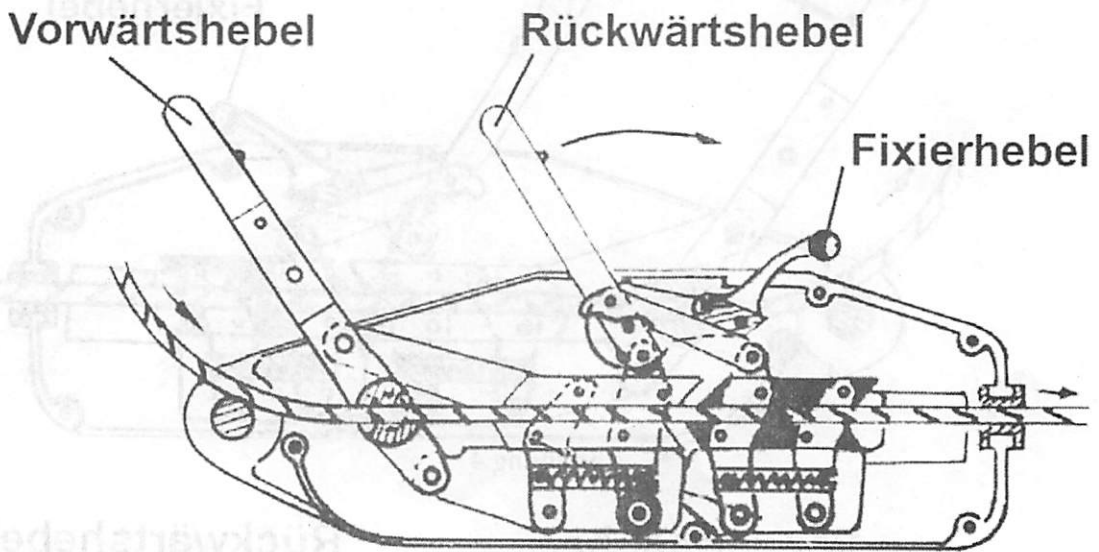
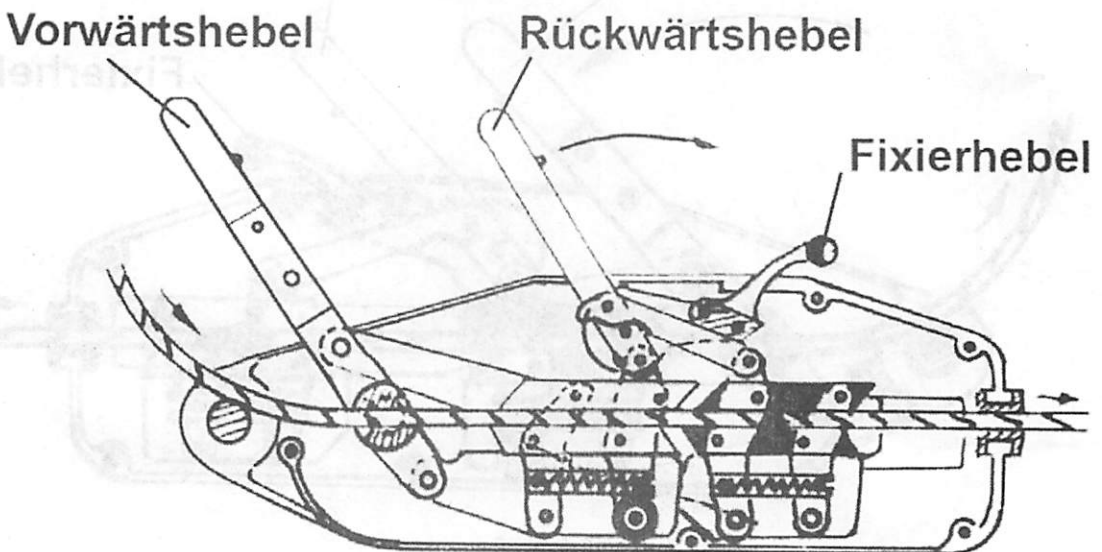

Abbildung 6
Abbildung 7
1. Zum Seil Lösen bewegen Sie den Rückwärtshebel vor und zurück (Abb. 6 und Abb.7)